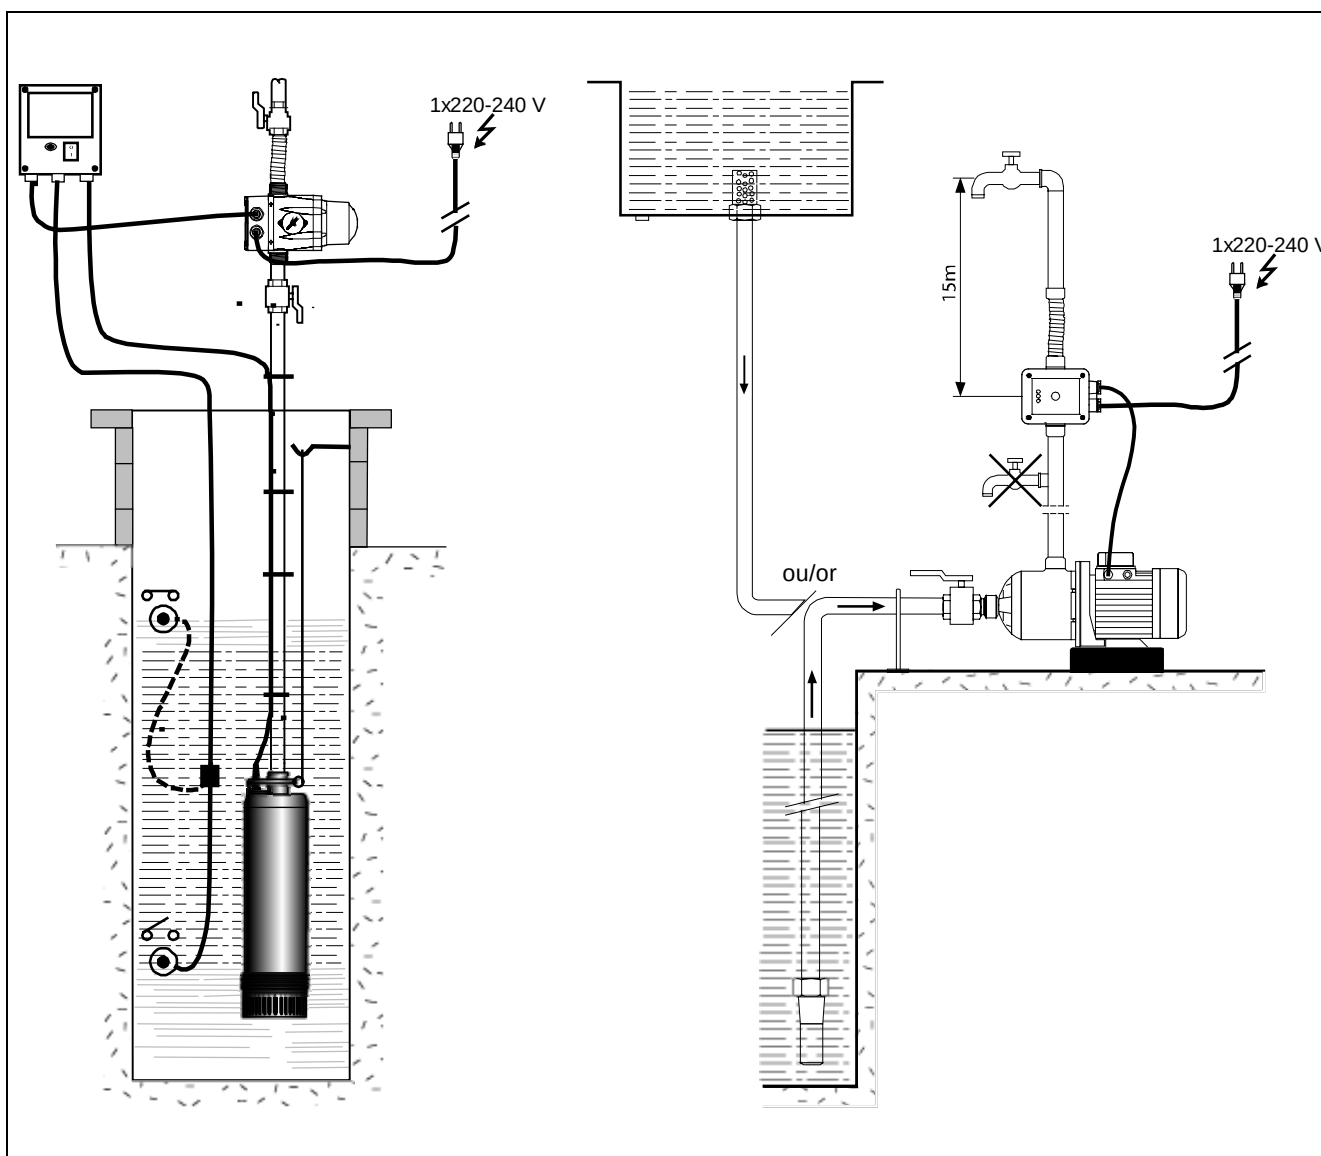

Fig. 3
- Om vattenpelarens höjd mellan pump och högsta tappstället är mer än 15 m så måste anordningen monteras in på så sätt i tryckledningen att höjdskillnaden på max 15 m noga iakttages. Men då får inget tappställe installeras under flödeskontrollen (Bild 3).